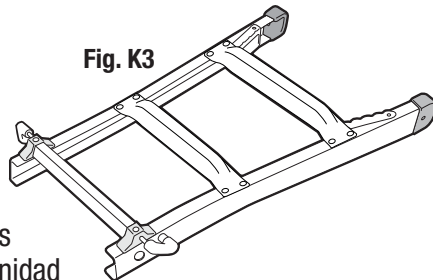

Fig. K3
3. Usando separadamente las Unidades Externas de la escalera, coloque una unidad en forma plana sobre el piso con los peldaños mirando hacia arriba. (Fig. K3)